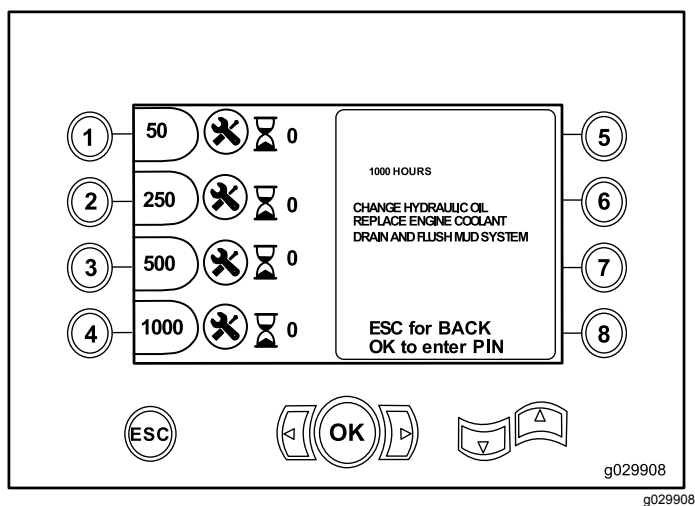

Рисунок 15
- Кнопка 4 – после наработки 1000 часов (Рисунок 15)